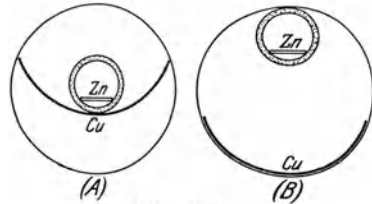

Fig. 168.
b) Rücke die Tonzelle an die Glaswand und nähere, so weit es geht, das Kupferblech und den Zinkstreifen einander (Fig. 168 A). Schließe den Strom und lies unter Wenden des Stroms die vier Stellungen der beiden Zeigerspitzen ab. Öffne den Strom und berechne die wirkliche Ablenkung  $\alpha_1$  der Magnetnadel.
f) Laß die Tonzelle in Berührung mit der Glaswand und rücke, so weit es geht, die Metallplatten auseinander (Fig. 168 B). Schließe den Strom, lies die vier Stellungen der beiden Zeigerstellungen ab und unterbrich den Strom. Berechne die Ablenkung  $\alpha_4$  der Magnetnadel und die Stromstärke  $J_4$ . Vergleiche  $J_1$  mit  $J_4$ . Welchen